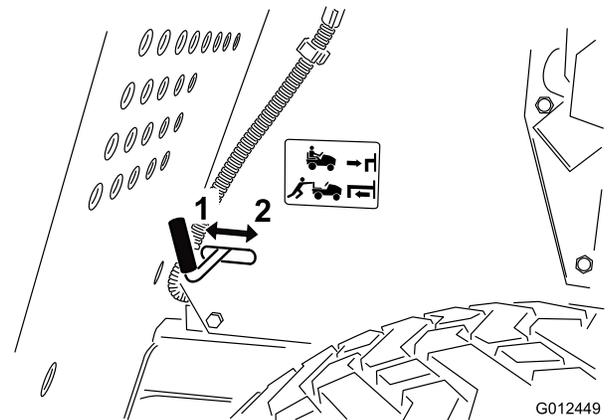

Bild 14
7. Ziehen Sie den Antriebshebel (hinten an der Maschine) heraus in die Schieben-Stellung (Bild 14).
2. Stellen Sie den Antriebshebel in die Betriebsstellung (Bild 14), um das Antriebssystem einzukuppeln.